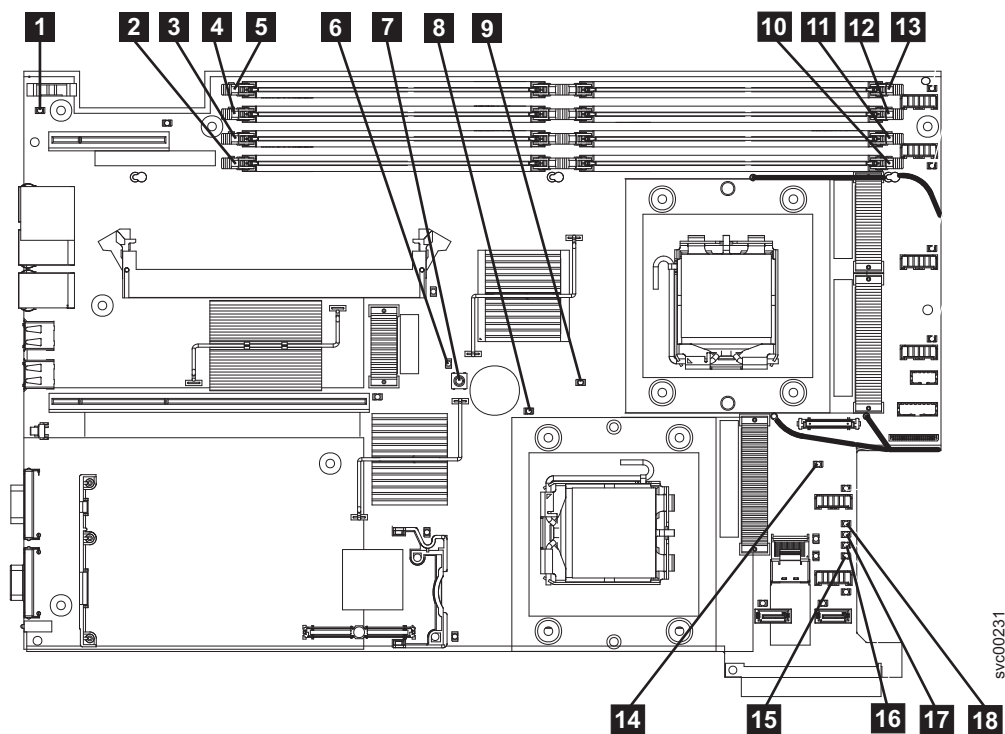

図 90. SAN ポリウム・コントローラー 2145-8G4 システム・ボード LED
**はい** 289 ページの表 46 を参照して、特定のライト・パス診断 LED 用に指定されたアクションを実行します。その後、ステップ 3 (290 ページ) に進みます。アクションによっては、システム・ボード上の LED 状態を監視している必要があります。288 ページの図 90 は、システム・ボード LED の位置を示しています。ファン LED はそれぞれのファンに隣接して配置されています。必要な LED を表示するには以下を行います。
- d. ライト・パス診断ボタン (288 ページの図 90 の **7**) を押します。